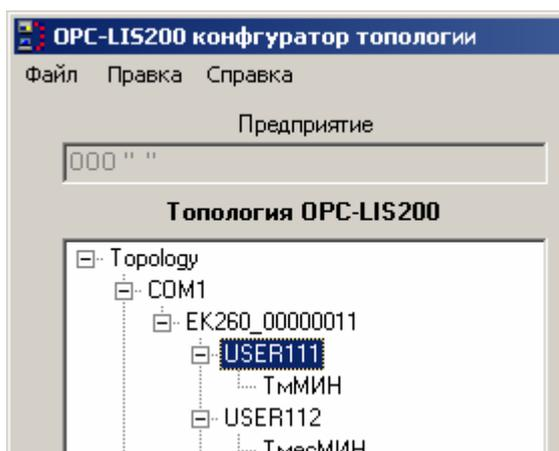

Рисунок 32
- Узел “Группа параметров” – объект, содержащий конфигурацию (информацию о группах параметров, выбранных пользователем из числа доступных в электронном корректоре) параметров и объединённых пользователем по какому-либо признаку. На рис. 32 представлен фрагмент окна конфигуратора с выделенным узлом “Группа параметров”.